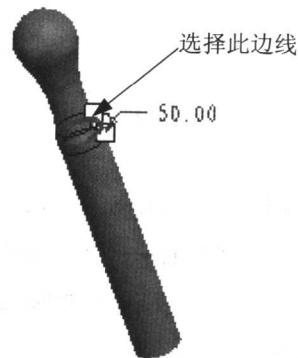

图 1.1.4
(6) 预览特征：在操控板中，单击预览图标 ，可浏览所创建的旋转特征。
(7) 完成特征：在操控板中，单击完成图标 ，则完成特征的创建。
Step3. 创建如图 1.1.4 所示的圆角。
(1) 选取特征的命令：选择 **Insert** (插入)  **Round...** (倒圆角) 命令。
- (2) 在模型上选择图 1.1.4 所示的边线。
- (3) 给出圆角的半径值：在操控板中的圆角半径文本框中输入 50，并按回车键。
- (4) 预览特征：在操控板中，单击预览图标 ，可浏览所创建的圆角特征。
- (5) 完成特征：在操控板中，单击完成图标 ，则完成特征的创建。